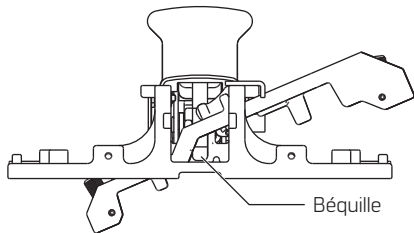

Figure 3 Chariot de la tige
- 3.1.4 Faire glisser l'extrémité du chariot de la tige marquée TOP vers le levier. Le chariot de la tige commence à descendre, comme indiqué à la fig. 3.